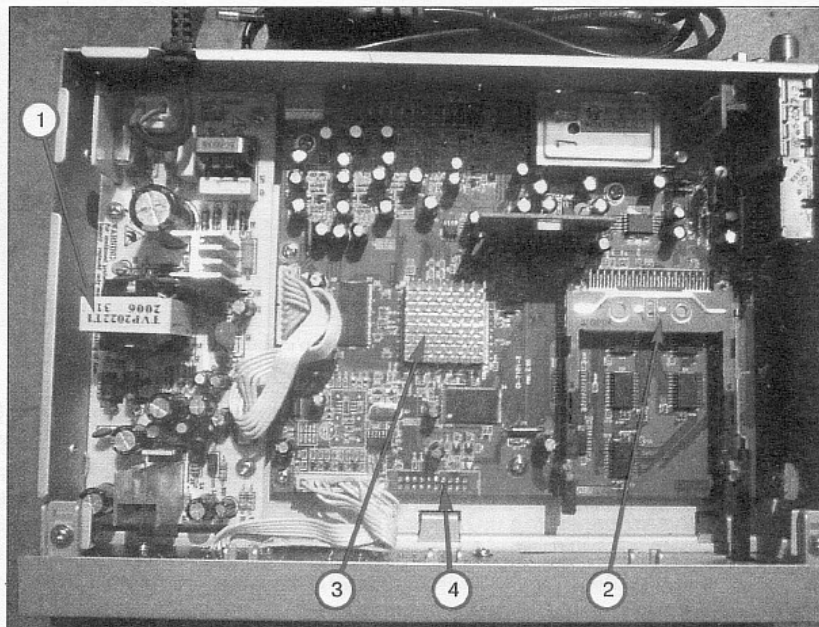

Рис. 2. Внешний вид тюнера с открытой верхней крышкой
1. Визуальный осмотр (рис. 2). Необходимо проверить правильность крепления печатных плат, шлейфовых соединений, отсутствие сколов и изгибов печатных плат. Далее необходимо проверить качество пайки (отсутствие «холодных» паек, коротких замыканий между печатными проводниками).
Принципиальная схема блока приведена в [1], а внешний вид — 1 на рис. 2. На его входе должно присутствовать переменное напряжение 220 В. На выходе должны быть следующие напряжения: 3,3 и 5 В — питание цифровой части, 12 В — питание аналоговой части, 22 и 30 В — питание внешнего конвертера, ВЧ модулятора и селектора каналов.
5. **Проверка интерфейса CI.** Большой проблемой СТБ тюнера «DRE 4000» является использование при его производстве некачественных разъемов интерфейса CI (2 на рис. 2). Было протестировано около
6. Проверка процессора STi5518. Иногда в модели «DRE 4000» встречается дефект, при котором перестаёт функционировать процессор STi 5518 (3 на рис. 2). При этом следует убедиться в наличии всех выходных питающих напряжений источника питания. Если индикатор дежурного режима мигает, пробуют перепрограммировать FLASH-память: либо через COM-порт, либо через интерфейс J-TAG (XP1, 4 на рис. 2).